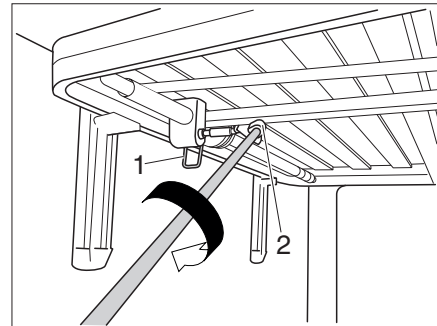

Fig. 145 Réglage en hauteur
- Libérer le levier de sécurité (Fig. 145,1). Le lit peut maintenant être réglé.
- Pousser la manivelle dans le logement carré magnétique (Fig. 145,2). La hauteur du lit peut maintenant être modifiée.
- Tirer la manivelle du logement carré (Fig. 145,2) et la conserver dans le support.